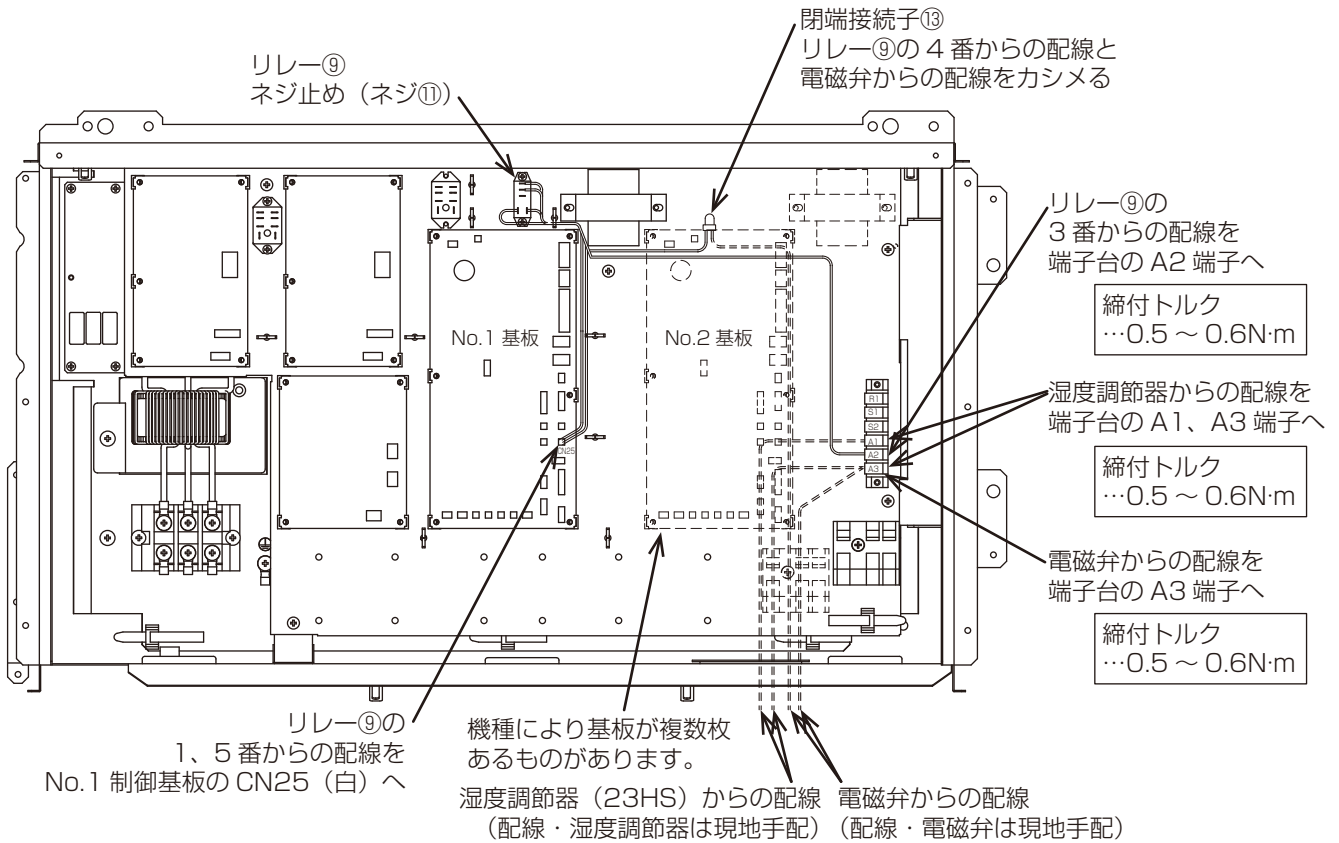

図 8
- 2) リレー⑨をネジ⑩にて取付けてください。(ネジ2本) … 図 8
- 2) 1) で打ち抜いた配線穴にゴムブッシュ⑧を取付け、電磁弁（現地手配）、湿度調節器（現地手配）からの配線を配線穴に通し、制御箱内へ導いてください。
- 3) リレー⑨、電磁弁（現地手配）、湿度調節器（現地手配）からの配線を図 8～10 を参照して接続してください。